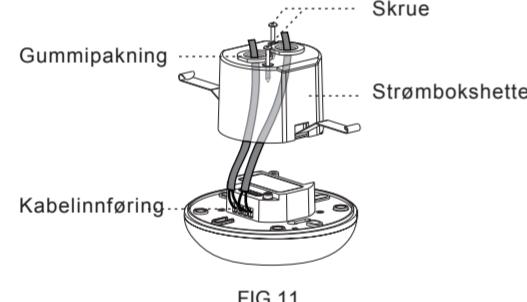

FIG.11
4.4.2.2 Bruk en skrutrekker til å bryte gummipakningen på strømbokshetten, dra så kablene gjennom det (se FIG.11).